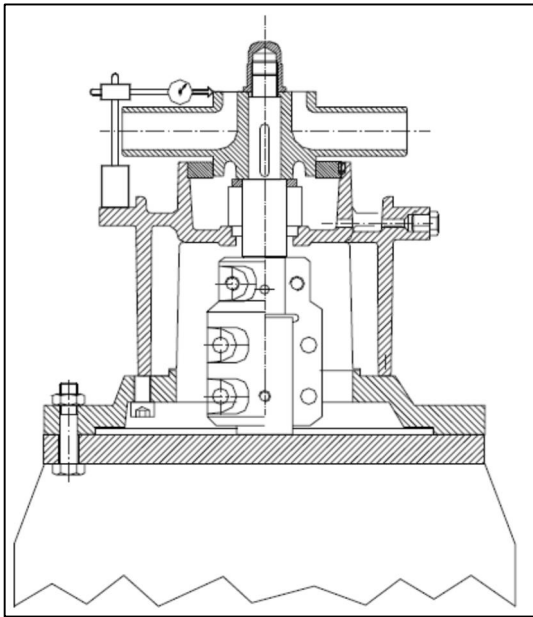

Abbildung 9: Rundlauf des Laufrades prüfen
- Rundlauf der Spaltfläche des Laufrades relativ zum Gehäuse prüfen (→ Abbildung 9, S. 20).
Nachdem die Pumpenwelle ausgerichtet wurde, sollte der Rundlauf des Laufrades abermals geprüft werden (→ Abbildung 9, S. 20).